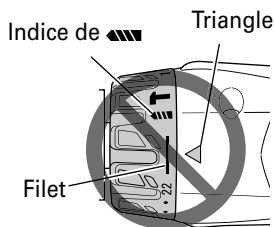

Fig. 10
- N'utilisez pas l'outil avec le sélecteur de débrayage positionné entre le chiffre "22" et la ligne au centre du symbole du foret "⚡", vous risqueriez de l'endommager (Voir Fig. 10).